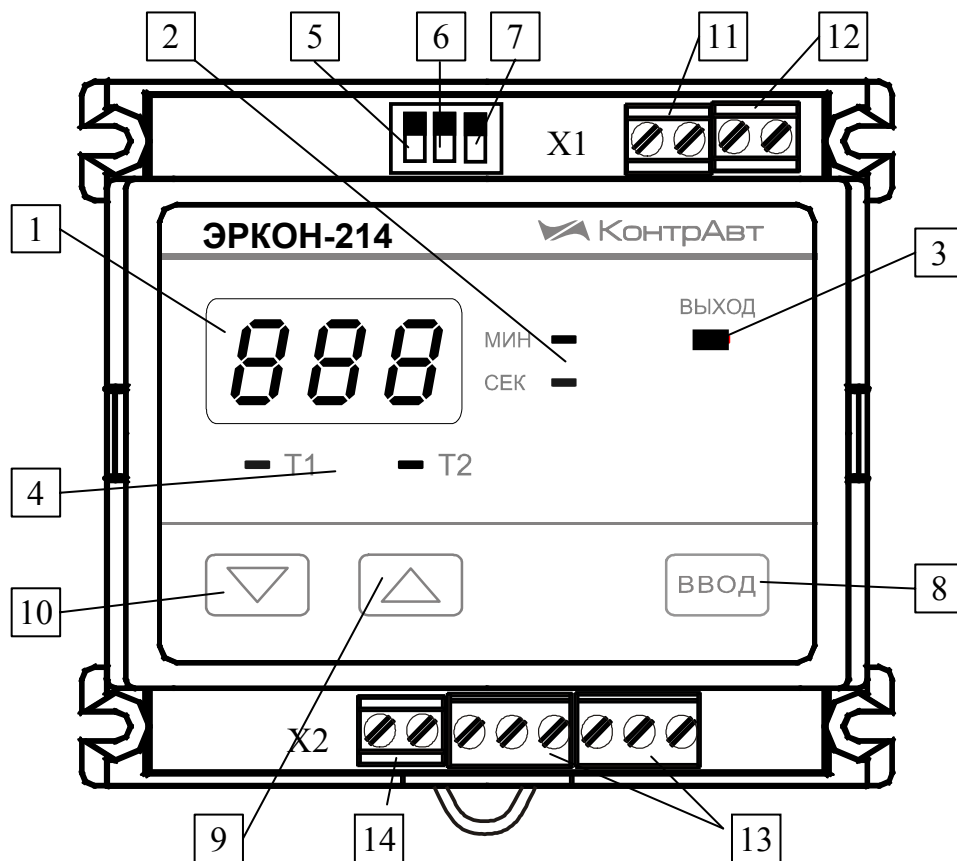

Рисунок 5.1
Внешний вид реле показан на рис. 5.1.
На рис. 5.1 цифрами показаны:
К органам управления относятся кнопки: **БОЛЬШЕ**, **МЕНЬШЕ** и **ВВОД**, а также три переключателя: **5**, **6**, **7** (см. рис. 5.1).
Примечание: нумерация клемм клеммного соединителя **X2** производится слева направо (см. рис.5.1).
Примечание: нумерация клемм клеммного соединителя **X1** производится слева направо (см. рис.5.1).
Выбор параметра, подлежащего конфигурированию, производится при помощи переключателей 6 и 7 (см. рис. 5.1). Различные положения переключателей 6, 7 и 5 и соответствующие им состояния органов индикации в режиме конфигурирования проиллюстрированы табл. 5.3.
2. Нажать на кнопку **ВВОД** (см. рис.5.1). При этом на цифровом индикаторе появится мигающее значение уставки **T1**. Начнет мигать индикатор **T1**, показывая, что сейчас на цифровом индикаторе отображается уставка **T1**. Загорится один из индикаторов **СЕК** или **МИН** (или **МИН** и **ЧАС** для модификации **ЭРКОН-214-Х-1-2**), показывая, в каких единицах времени измеряется значение, отображаемое на цифровом индикаторе.
2. Нажать на кнопку **ВВОД** (см. рис.5.1). При этом на цифровом индикаторе появится надпись **t. 01**. Эта надпись означает, что выбрана для изменения уставка **T1**. Точка после буквы **t** будет часто мигать.